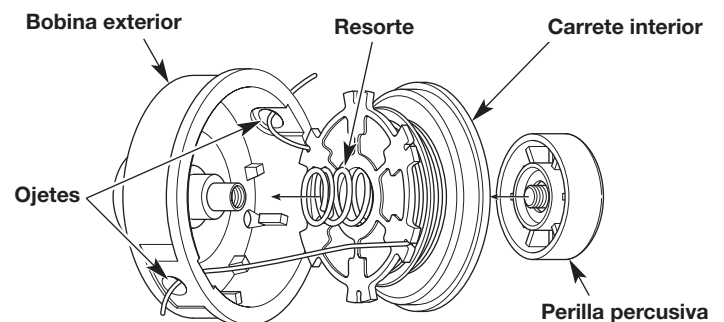

Fig. 18
1. Pase los dos extremos de línea a través de los ojetes de la bobina exterior. Ponga el resorte dentro del carrete interior. Inserte el carrete interior en la bobina exterior. Empuje a la vez el carrete interior y la bobina exterior (Fig. 18).